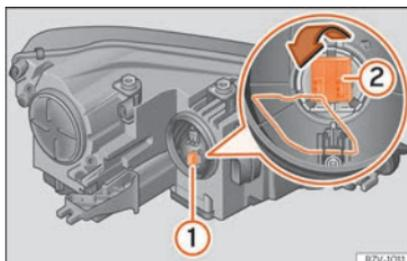

Fig. 110 Porta-lâmpadas do indicador de mudança de direção ① e luz para curvas ②.
3. Girar o porta-lâmpadas ① »»» Fig. 110 para a esquerda até ao limite e extrair juntamente com a lâmpada deslocando-o para trás.	Pressionar com força o gancho metálico para baixo e extrair para trás o porta-lâmpadas ② »»» Fig. 110 juntamente com a lâmpada.